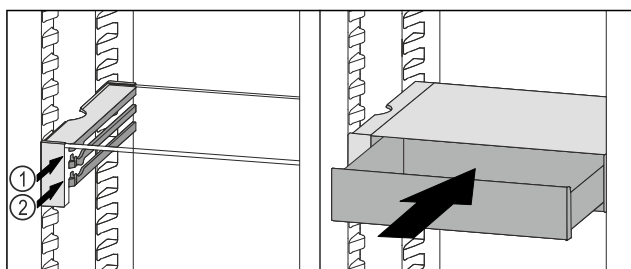

Fig. 121
- Założyć szufladę VarioSafe za stoperami na wybranych żebrach Fig. 121 (1) lub Fig. 121 (2).